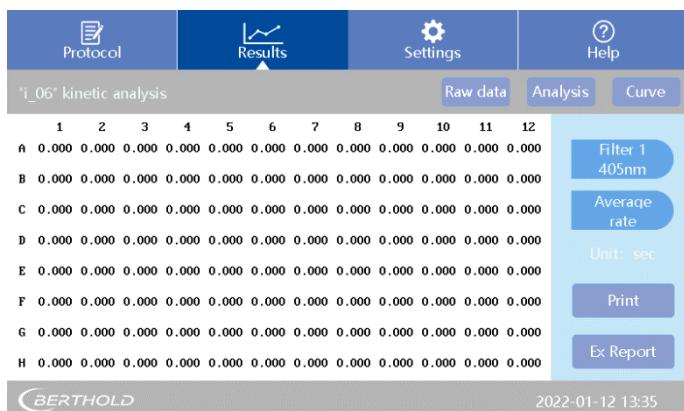

Fig 43: Kinetic Analysis
1. Click <Analysis>. See Fig 43.